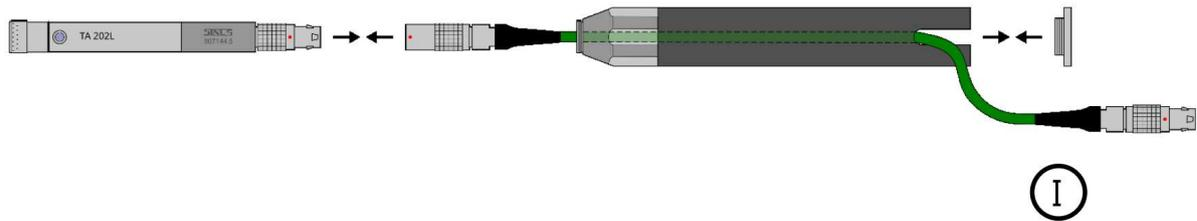

Abbildung 3.7: Mikrofonskabel einfädeln
Führen Sie das **Tango_Plus-Mikrofonkabel (I)** durch den Schaft, sodass das Buchsenende mit der zusammengesetzten Mikrofoneinheit am Vorverstärker verbunden werden kann. Leiten Sie am Schaftende das Kabel durch die Aussparung, bevor der **Schaftsockel (H)** wieder aufgeschraubt wird (Abbildung 3.7).